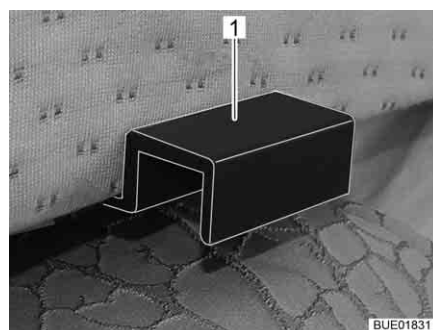

Fig. 144 Soportes, cojín adicional
- Enganchar el cojín adicional con los soportes (Fig. 144,1) en los paneles de las camas individuales, de tal modo que se forme una superficie de descanso ininterrumpida.